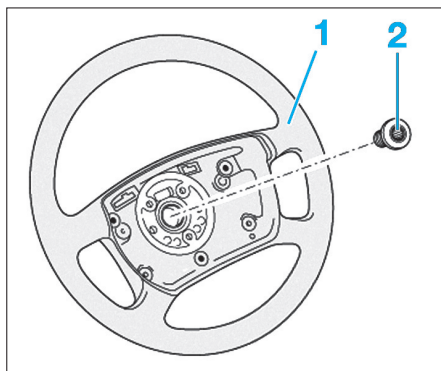

Fig. 1
- Amener le volant de direction (1) en position médiane (roues en ligne droite).
- Déposer la vis à multipans creux (2) et extraire le volant de direction de la colonne de direction.
La vis à multipans creux (2) peut être réutilisée jusqu'à cinq reprises, marquer cette dernière au pointeau après chaque montage (Fig.1).